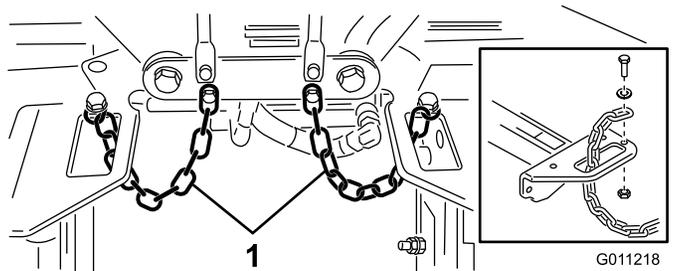

图 22
4. 将翻斗链条向上穿过承载架端部的槽口。用螺栓、垫圈和锁紧螺母将翻斗链条固定到承载架的顶部图 22。